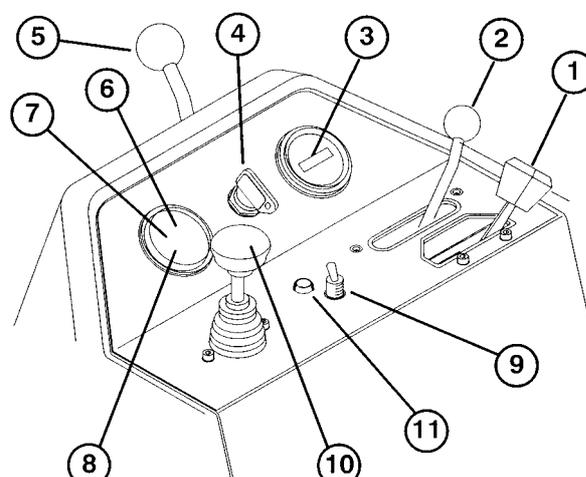

Figure 9
**Commande de starter** (Fig. 9) —Pousser la commande de starter vers l'avant pour démarrer un moteur froid. Lorsque le moteur a démarré, régler le starter de manière à maintenir un régime régulier du moteur. Tirer le starter en arrière dès que possible.
**Levier de commande de fonctionnement** (Fig. 9)—Fournit deux (2) sélections de déplacement, plus une position "POINT MORT". Il est possible d'alternier entre la sélection "tonte" et la sélection "transport" (mais pas le point mort) pendant que la Greensmaster 3200 est en mouvement, sans pour autant provoquer de dégâts.
**Compteur horaire** (Fig. 9)—Indique le nombre total d'heures de fonctionnement de la machine. Il se déclenche chaque fois que la clé de contact est tournée en position "ON".
**Commutateur à clé** (Fig. 9)—Introduire la clé dans le commutateur, la tourner autant que possible dans le sens des aiguilles d'une montre jusqu'à la position "START" (démarrage) pour mettre le moteur en marche. Relâcher la clé dès que le moteur démarre; elle revient alors en position "ON" (contact établi). Tourner la clé dans le sens contraire des aiguilles d'une montre jusqu'à la position "OFF"
**Levier de verrouillage de bras de direction** (Fig. 9)—
**Témoin de surchauffe du liquide de refroidissement** (Fig. 9)—Ce témoin, s'allume et le moteur est immédiatement coupé lorsque la température du liquide de refroidissement est trop élevée.
**Bouton de commande manuelle après surchauffe** (Fig. 9)—Si le moteur est coupé en raison d'une surchauffe, appuyer sur ce bouton et le maintenir enfoncé jusqu'à ce qu'il soit possible de déplacer la machine en lieu sûr où elle pourra refroidir.
**Commande de transport à deux vitesses** (Fig. 9) –
**Témoin de charge** (Fig. 9)—S'allume si la charge de batterie est basse.
**Témoin de pression d'huile** (Fig. 9)—S'allume si la pression d'huile moteur devient dangereusement basse.
**Levier de relevage/descente/tonte** (Fig. 9)—Lorsque la machine fonctionne, déplacer le levier en avant pour abaisser les unités de coupe et démarrer les cylindres. Ramener le levier en arrière pour arrêter les cylindres et relever les unités de coupe. Les cylindres peuvent être arrêtés pendant le fonctionnement en ramenant momentanément le levier en arrière, puis en le relâchant. Déplacer le levier en avant pour redémarrer les cylindres.